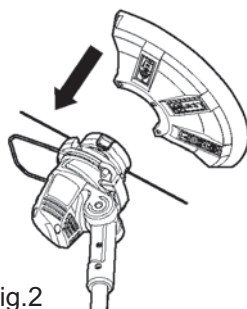

Fig.2
- > Emboîtez la coque de sécurité [13] sur la bobine [14] (fig.2).